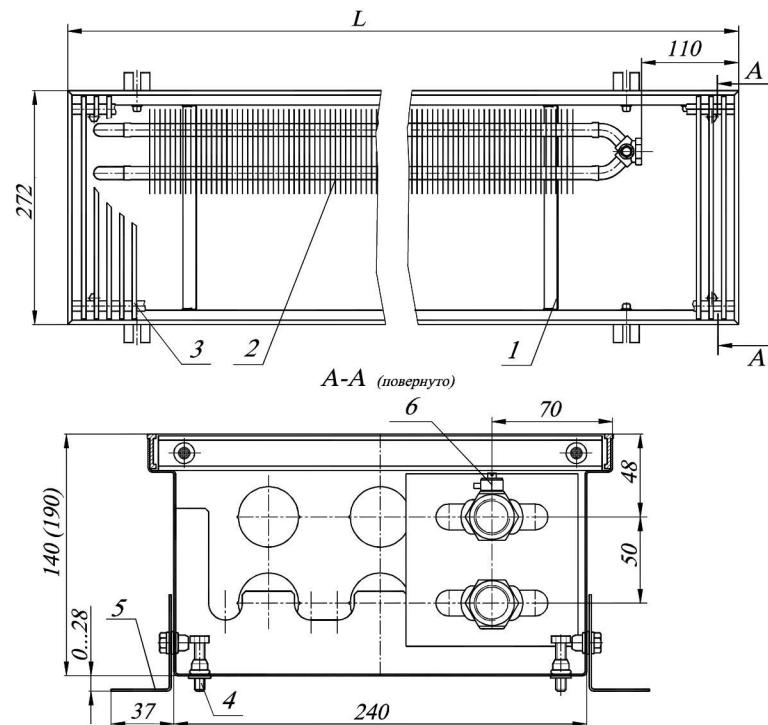

Рис. 1 Конвектор КПК-С 27.14(19).60...300 концевой
- 4.1. Конвектор состоит из следующих основных элементов (см. рис.1,2):
- 4.3. Размеры и технические характеристики изделий представлены на Рис.1, 2 и в таблице 1,2 .